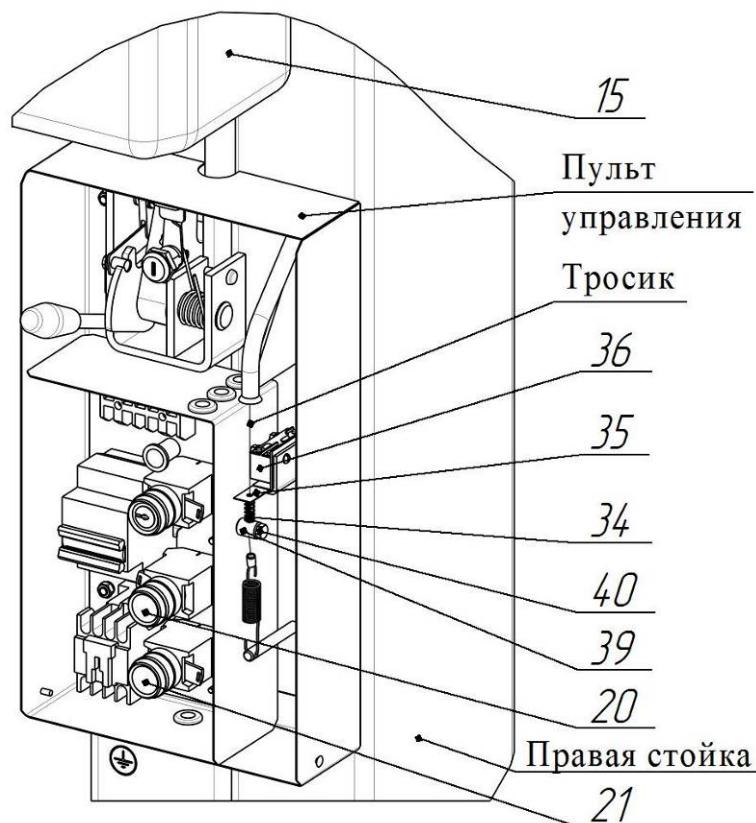

Рисунок 6.6 – Система автоматического отключения насосной станции при достижении каретки крайнего верхнего положения
6.12.1 Система автоматического отключения привода насосной станции 15 при достижении каретки 4 крайнего верхнего положения (← 1745 мм от основания стойки) установлена и отрегулирована на предприятии-изготовителе (рисунок 6.6).